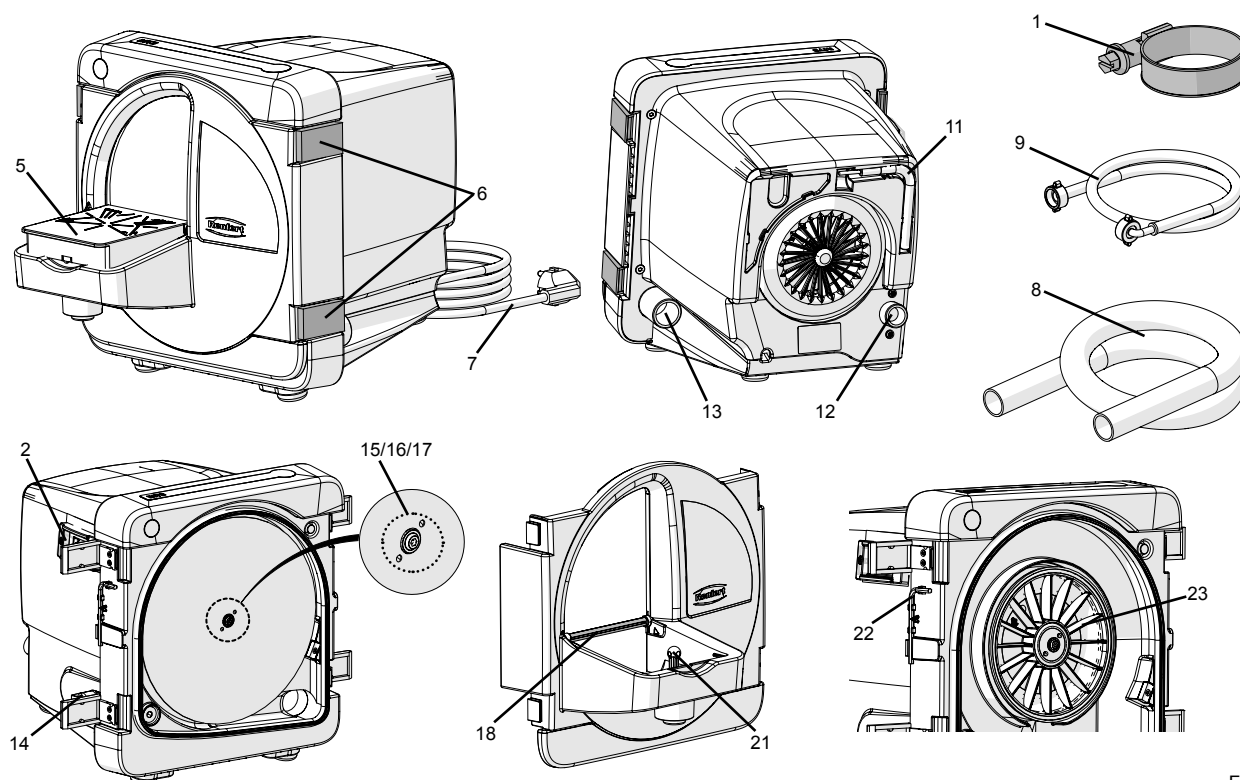

Fig. 1
- Inserire la spina di rete (7, Fig. 1,2) nella presa.
L'apparecchio si accende e si spegne tramite l'interruttore ON/OFF (2, Fig. 1).